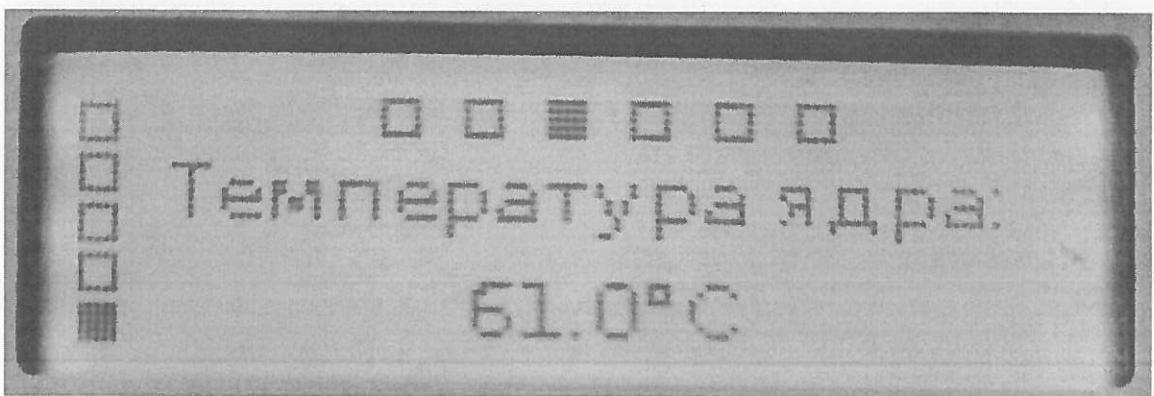

Рисунок 4.16
- Температура ЦП внутри корпуса (рисунок 4.16).